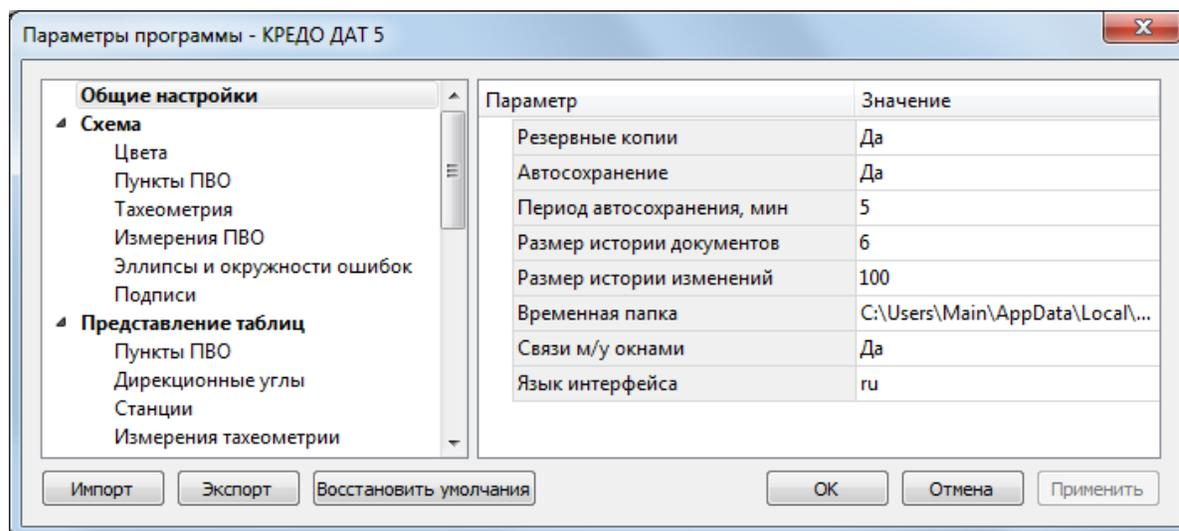

Рисунок 4.1
- Вызовите команду. Откроется диалоговое окно (см. рис.4.1).